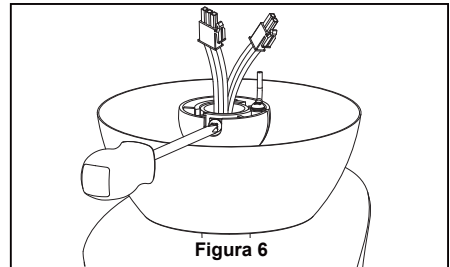

Figura 6
6. Vuelva a colocar la semiesfera en el barral como se indica a continuación. Pase los cables a través de la semiesfera. Pase el pasador a través de los dos orificios en el barral y alinee la semiesfera de modo que el pasador quede atrapado en la ranura de la parte superior de la misma. Empuje la semiesfera hacia arriba, bien ajustada contra el pasador. Ajuste firmemente el tornillo de fijación en la semiesfera. Si el tornillo de fijación está flojo, podrá provocar oscilación del ventilador. (Figura 6)